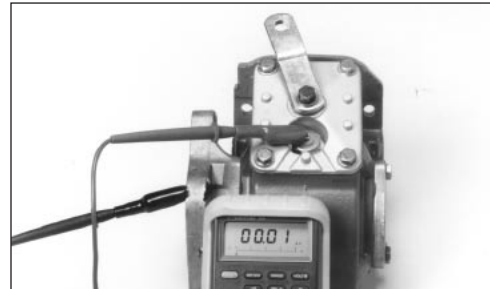

Fig. 24
3. Accione el dispositivo de activación y el medidor o la luz* se deben activar cuando el engranaje de la PTO se embrague (Fig. 24).